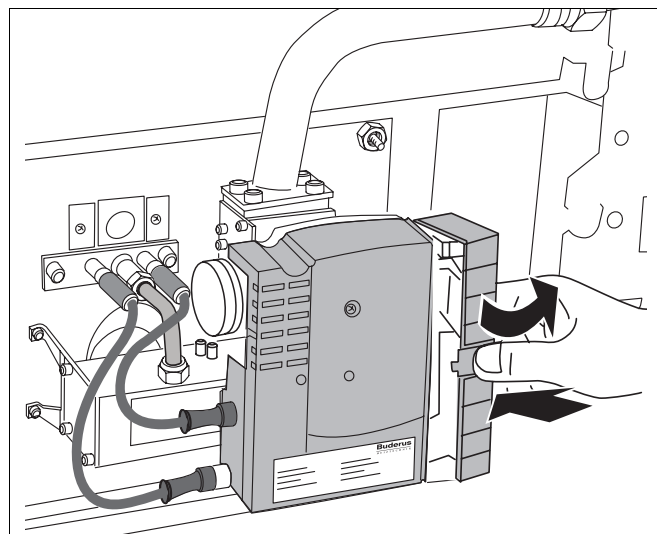

Abb. 51 Abdeckkappe abnehmen
- Seitliche Abdeckkappe des Gasfeuerungsautomaten entsprechend Abb. 51 mit dem Daumen eindrücken, nach hinten schwenken und abnehmen.